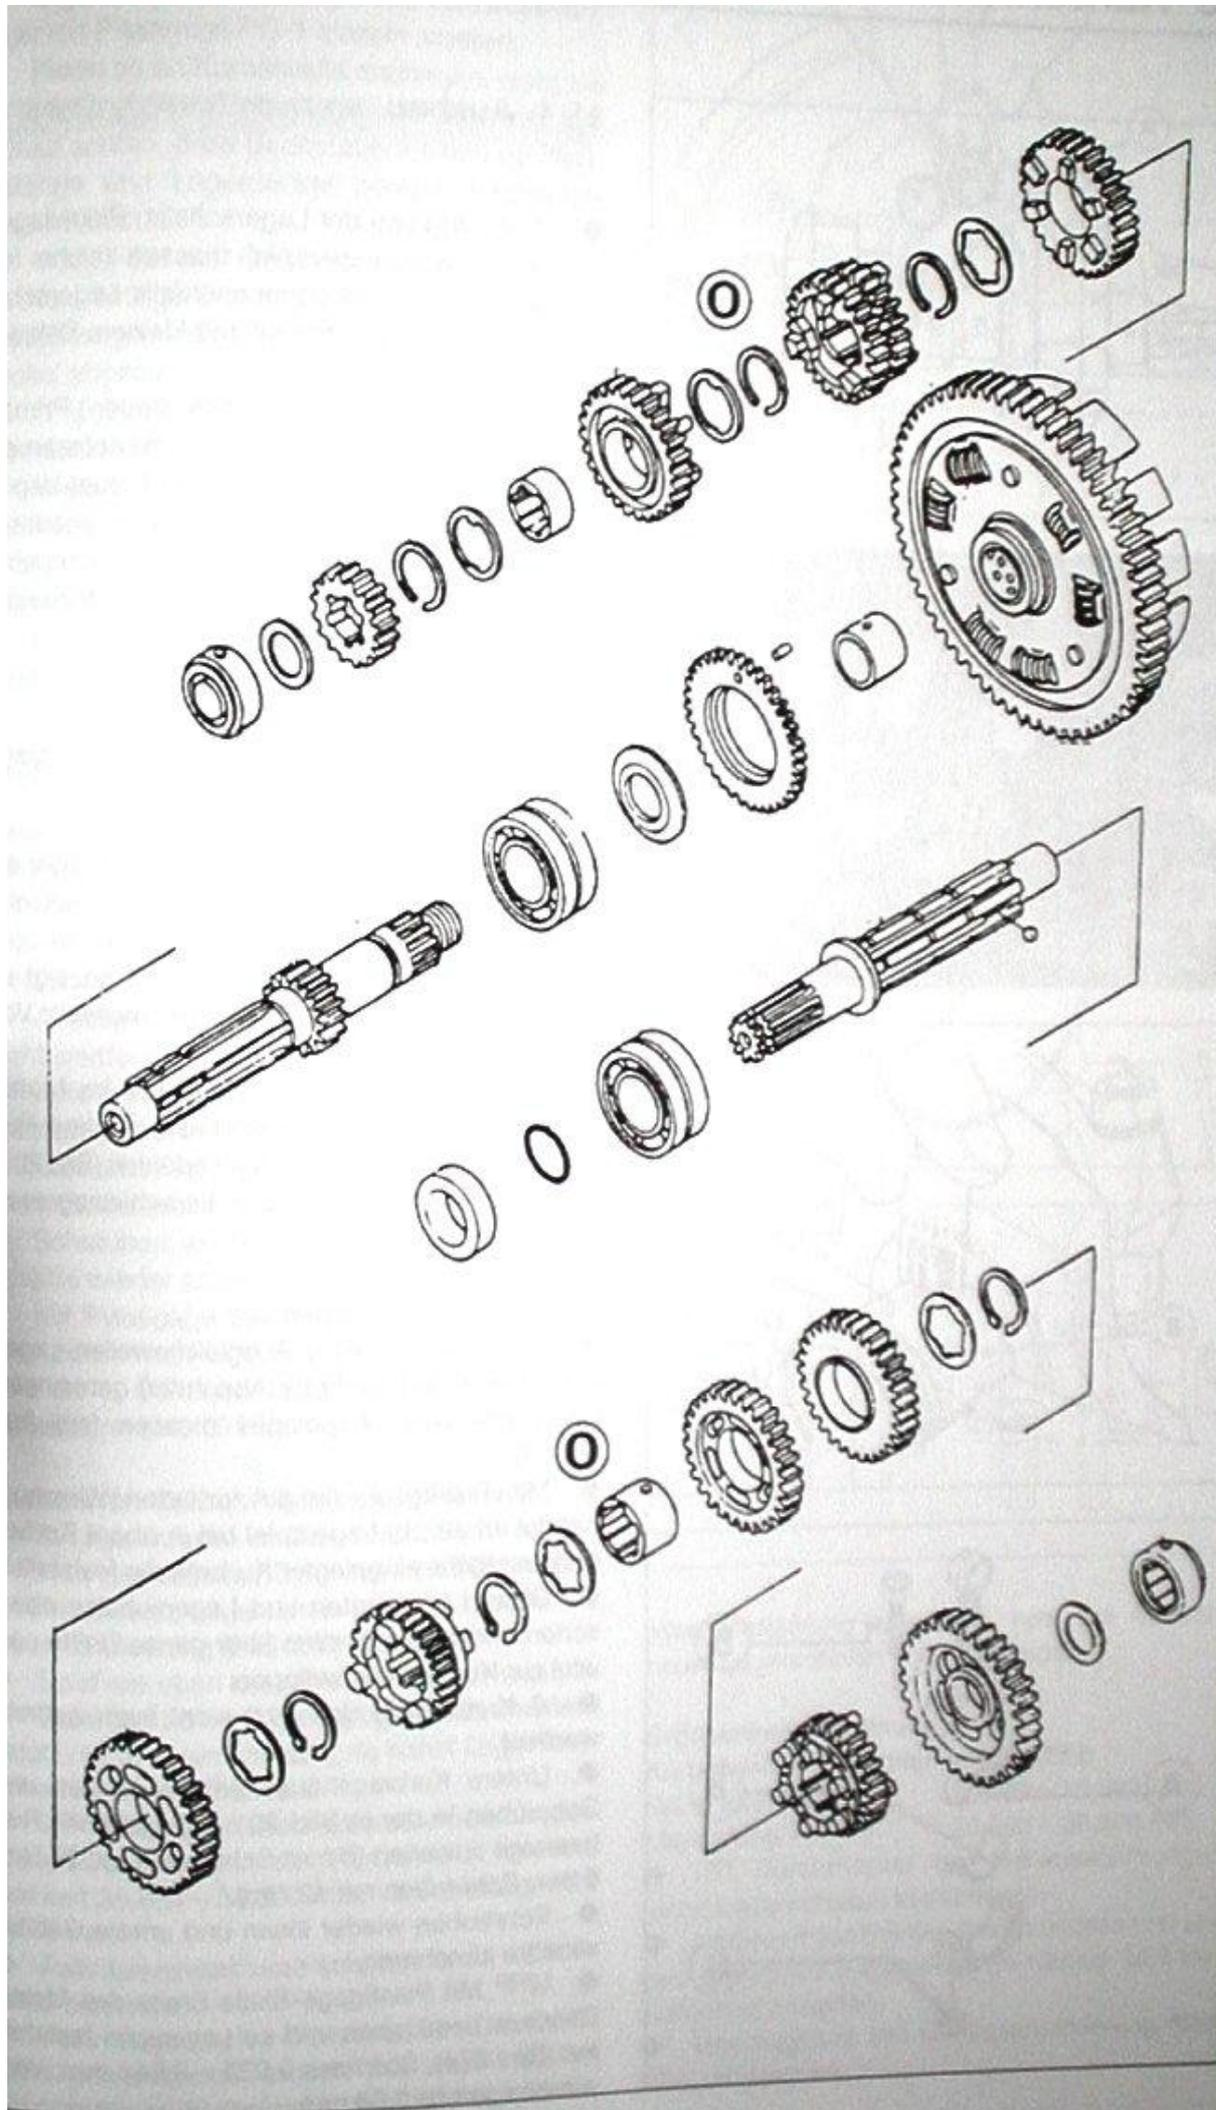

Bild 221
- Getriebewellen (Bild 221) lassen sich leicht mit Seegerringzange und kleinem Schraubendreher vormontieren. Ausnahme: Kugellagerinnenring der Hauptwelle muss zum Aufpressen auf Welle erwärmt werden. Dies ist gegebenenfalls Arbeit für die KAWASAKI- oder Fachwerkstatt.